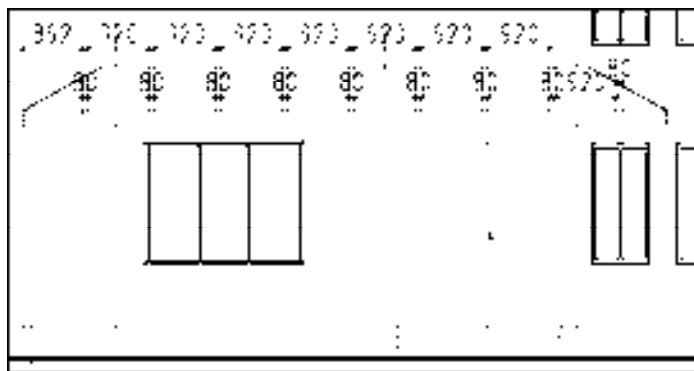

图 13-171 偏移直线
5) 绘制雨棚钢结构。调用“直线”命令,绘制直线;调用“偏移”命令,偏移直线,结果如图13-171所示。